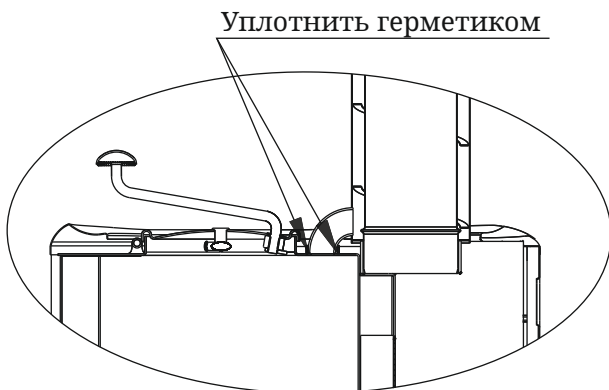

Рисунок 8. Присоединение пароперегревателя
**Внимание!** Место присоединения паропровода пароперегревателя к печи необходимо уплотнить термостойким силиконовым герметиком (не менее 260°C) (рисунок 8).